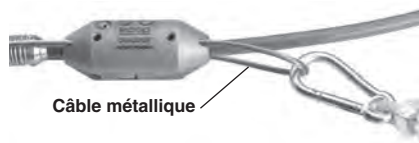

Figure 8 – Corde attachée
- Attachez la corde au mousqueton, puis engagez le mousqueton sur la boucle du câble métallique comme indiqué à la Figure 8.